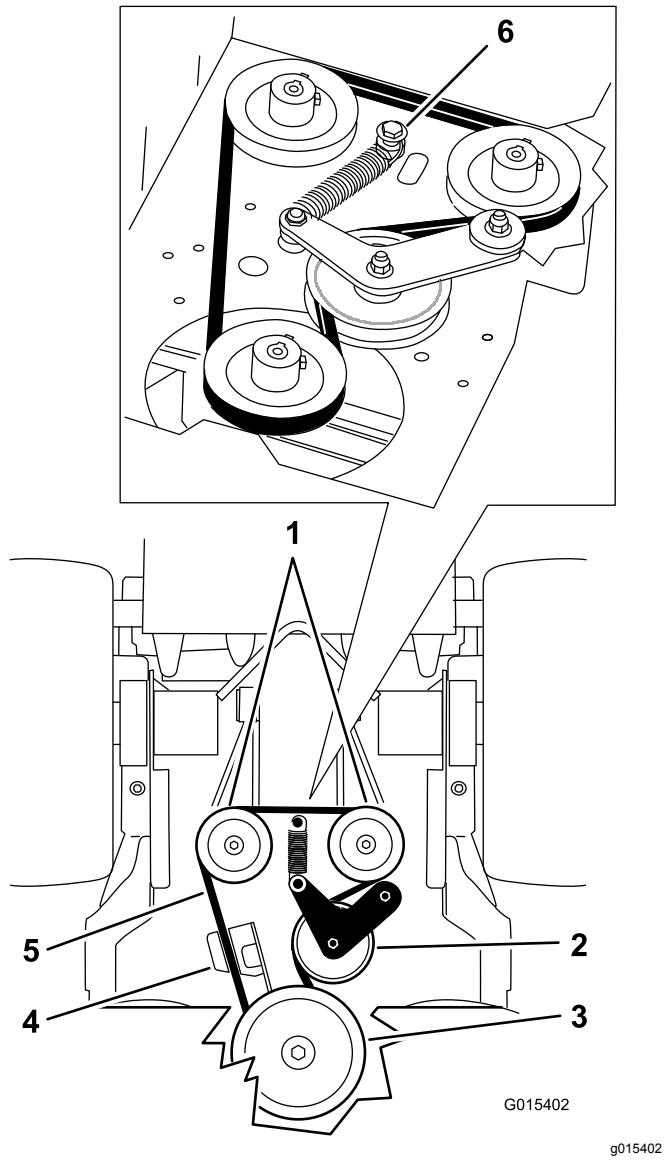

Figure 65
- Retirez le boulon à épaulement, l'écrou et la rondelle du plancher moteur et du ressort (Figure 65).
- Déposez la courroie d'entraînement de la pompe (Figure 65).
- Placez le ressort sur le boulon à épaulement et la rondelle, et fixez-le au plancher moteur avec l'écrou (Figure 65).